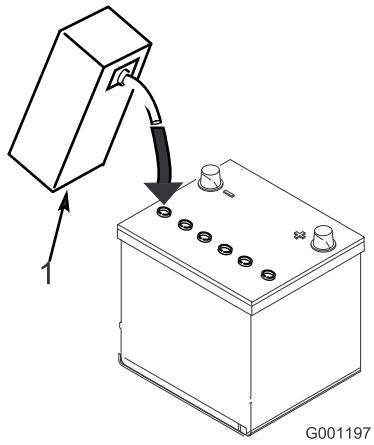

Figure 7
- Versez de l'électrolyte avec précaution dans chaque élément jusqu'à ce que les plaques soient recouvertes d'environ 6 mm de liquide (Figure 7).
4. Attendez environ 20 à 30 minutes pour que les plaques aient le temps de s'imprégnier d'électrolyte. Faites l'appoint au besoin pour faire monter le niveau de liquide à environ 6 mm en dessous du creux de remplissage (Figure 7).